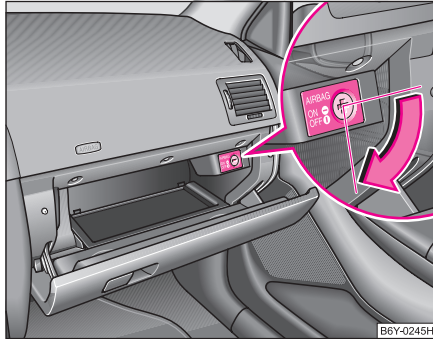

Abb. 119 Ablagefach:
- Drehen Sie mit dem Zündschlüssel den Schlitz des Airbag-Schalters in Pfeilrichtung in die Position **OFF** ⇒ Abb. 119. Der Schlitz des Airbag-Schalters muss in senkrechter Position stehen.
- Drehen Sie mit dem Zündschlüssel den Schlitz des Airbag-Schalters entgegen der Pfeilrichtung in die Position **ON** ⇒ Abb. 119. Der Schlitz des Airbag-Schalters muss in die waagerechter Position stehen.